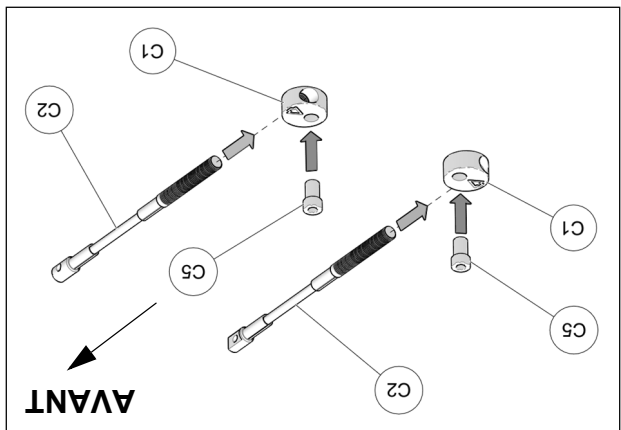

Fig. 21
10. Assembler les câbles des limiteurs de conduite (C2), les disques en aluminium (C1) et les bagues espaceurs (C5) tel que montré à la Fig. 21